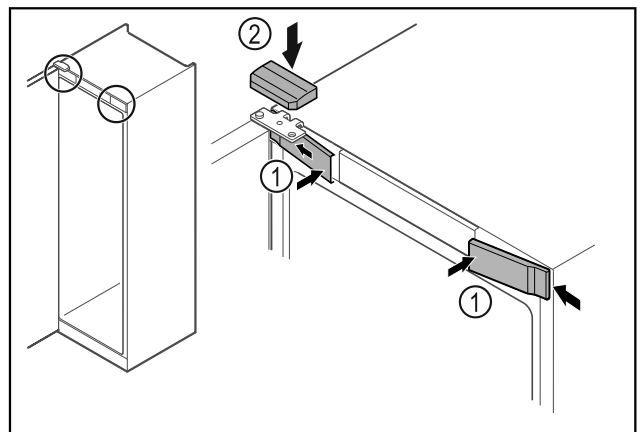

Fig. 23
- Vordere Abdeckungen Fig. 23 (1) seitlich einhaken und aufrasten.
- Obere Abdeckung Fig. 23 (2) von oben aufrasten.